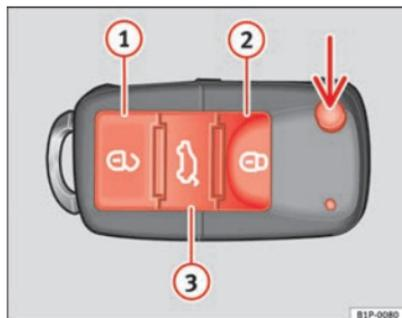

Abb. 43 Tastenbelegung
Mit der Taste \Rightarrow Abb. 43 (Pfeil) der Fernbedienung wird der Schlüsselbart ausgeklappt.
Fahrzeug entriegeln \Rightarrow Abb. 43 ①.
Fahrzeug verriegeln \Rightarrow Abb. 43 ②.
Heckklappe entriegeln. Die Taste \Rightarrow Abb. 43 ③ betätigen, bis alle Blinkleuchten am Fahrzeug kurz aufleuchten. Nach Drücken der Entriegelungstaste \Rightarrow ③ können Sie die Heckklappe innerhalb von 2 Minuten öffnen. Nach Ablauf dieser Zeit wird die Heckklappe wieder verriegelt.
- Drücken Sie die Taste   ⇒ Seite 84, Abb. 43 auf der Funk-Fernbedienung.